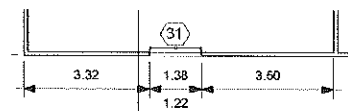

Figura 15.46 – Cota do peitoril da janela.
- **Exibir altura da abertura:** se habilitado, ao cotar e selecionar linhas de abertura (portas, janelas), a distância do peitoril é cotada como na Figura 15.46.